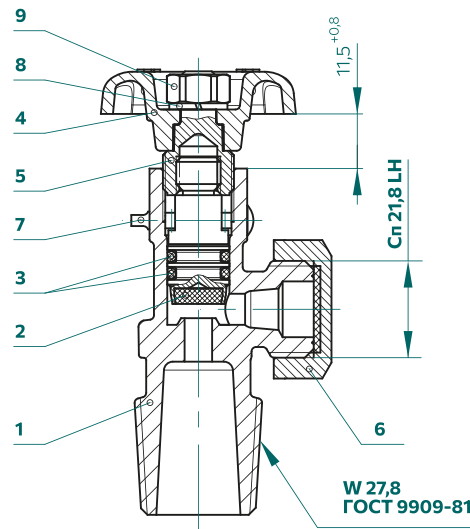

Рисунок 2: Устройство вентиля баллонного MV-2
Вентиль (рис. 2) состоит из корпуса (1), имеющего входной штуцер с резьбой W 27,8 ГОСТ 9909-81 и боковой расходный штуцер с резьбой Sp G 21,8 LH-B.
- Ремонт вентиля должен осуществляться на газонаполнительных станциях, при этом размер В (смотри рис. 2) устанавливается ввинчиванием в корпус поз. 1 гайки (5) со штоком (2), которые предварительно сняты между собой так, чтобы при ввинчивании они не раскручивались. После достижения указанного размера шток фиксируется заклепками (7), которые после расклепывания обеспечивают неразборность корпуса вентиля с гайкой и штоком.